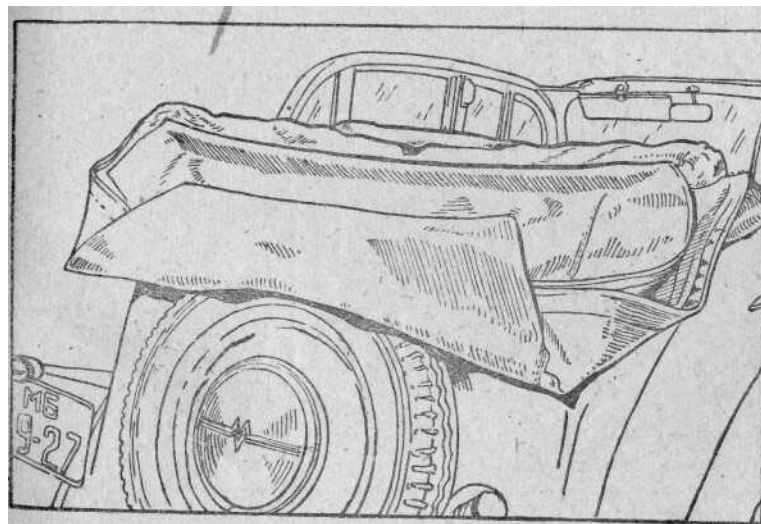

Рис. 28—Складывание верха тента в виде треугольников
6. Сложить в виде треугольников свешивающийся верх тента; свободный посередине материал — загнуть. Сложенный таким образом (рис. 28) верх тента перегнуть и наложить на подкладку с ватниками тента (рис. 29).